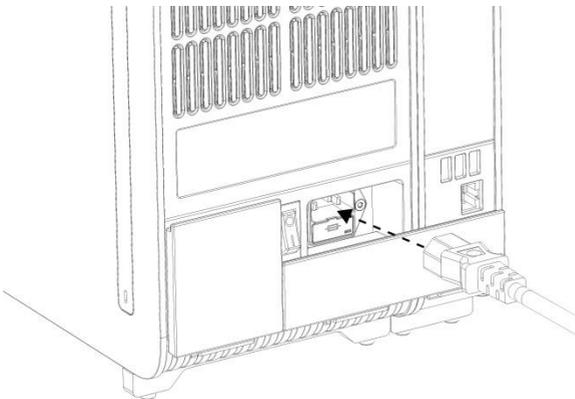

Figure 17. Connexion du cordon d'alimentation.
8. Connectez le cordon d'alimentation fourni avec le QIAstat-Dx Analyzer 1.0 à l'arrière du module analytique d'origine (figure 17).